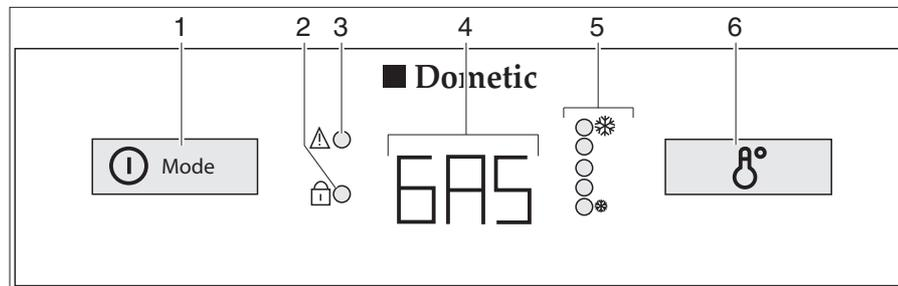

Fig. 247 Elementos de mando para el frigorífico (Dometic de la serie 8 con AES)
Con averías, parpadeará el visualizador LED avería "⚠" (Fig. 247,3).
Si **no** está conectada la alimentación de 230 V y el motor del vehículo está **desconectado**, el AES selecciona el suministro de gas. Al seleccionar el suministro de gas se abre automáticamente el seguro de encendido, de forma que puede fluir gas hacia el quemador. Simultáneamente se conecta el encendedor electrónico. Si se apaga la llama de gas, p. ej. debido a un golpe de viento, el encendedor se activa inmediatamente y enciende de nuevo el gas. Con una avería en el funcionamiento a gas, en el piloto (Fig. 247,4) parpadeará el texto "GAS".
Una vez conectado, el frigorífico selecciona automáticamente el ajuste medio del termostato. Este ajuste puede regularse posteriormente a mano con el conmutador para el ajuste de temperatura (Fig. 247,6). Los visualizadores LED (Fig. 247,5) indican el ajuste seleccionado del termostato. Con el interruptor se ajusta la temperatura de refrigeración para los tres tipos de energía. Pasan algunas horas hasta que el frigorífico alcanza la temperatura de servicio normal. Al conmutar el modo de funcionamiento se mantiene el ajuste del termostato. La temperatura de refrigeración se mantiene independientemente del tipo de energía.
- Pulsar el conector/selector de energía (Fig. 247,1) 2 segundos para conectar el aparato. Se visualiza el último modo de funcionamiento seleccionado en el piloto (Fig. 247,4).
- Seleccionar el tipo de energía con el conector/selector de energía (Fig. 247,1).
- La temperatura de refrigeración puede ser ajustada en el conmutador para el ajuste de temperatura (Fig. 247,6). Los visualizadores LED (Fig. 247,5) indican el ajuste seleccionado del termostato.
- Pulsar el conector/selector de energía (Fig. 247,1) 2 segundos. Todos los visualizadores se apagan.